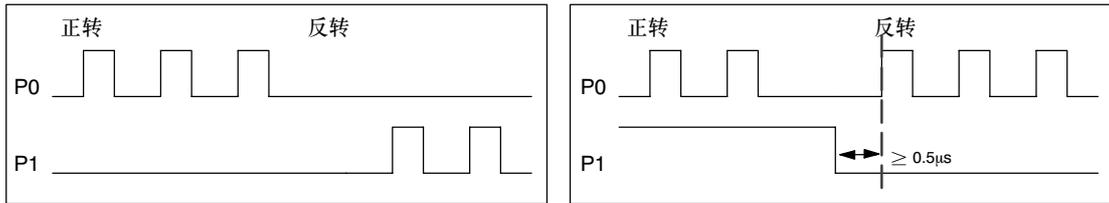

图9-11 正极性的转向选项
- 使用“脉冲和方向输出”标签页可用来选择输出极性和方向控制方式。对于极性和方向控制方式设置的作用，见图9-11和9-12。